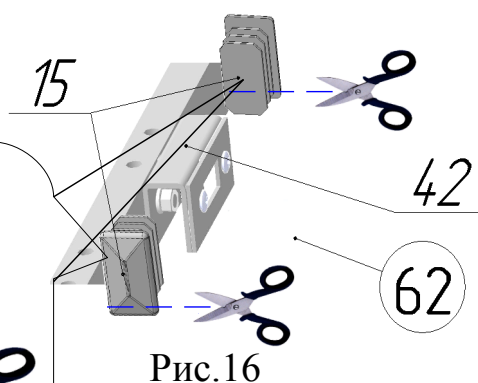

Рис.16
12. С торцев держателя замка поз.42 установить заглушки трубы 35х20 поз.15, предварительно подрезав шляпки заглушек в местах касания их со щитом декоративным поз. 62 (см. рис.16). Проверить работоспособность замка-защёлки.